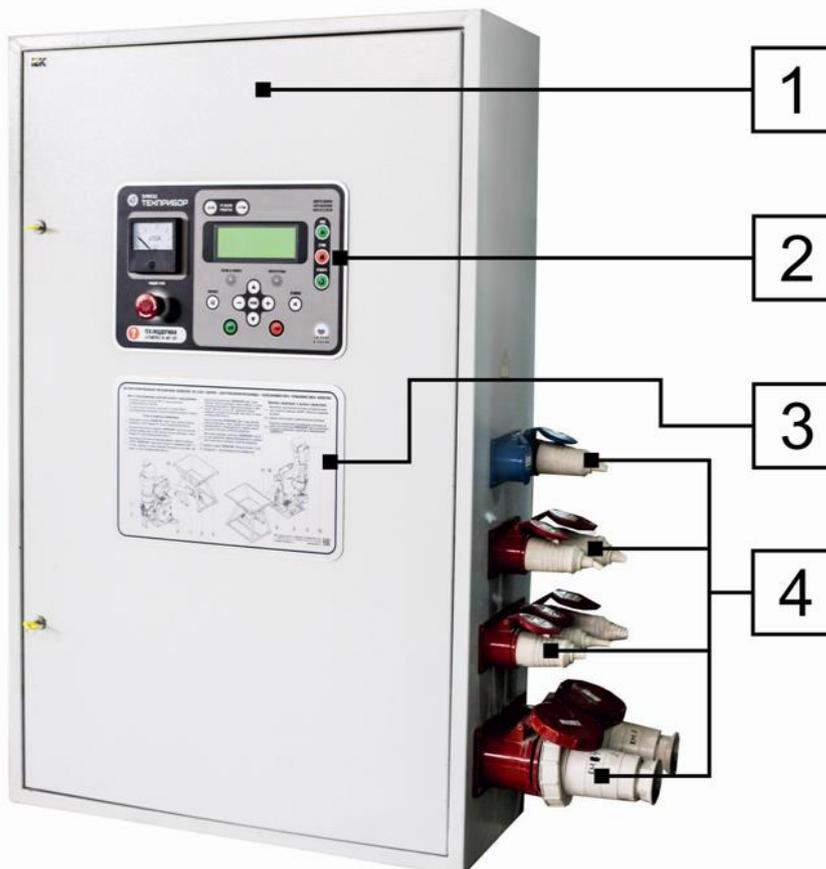
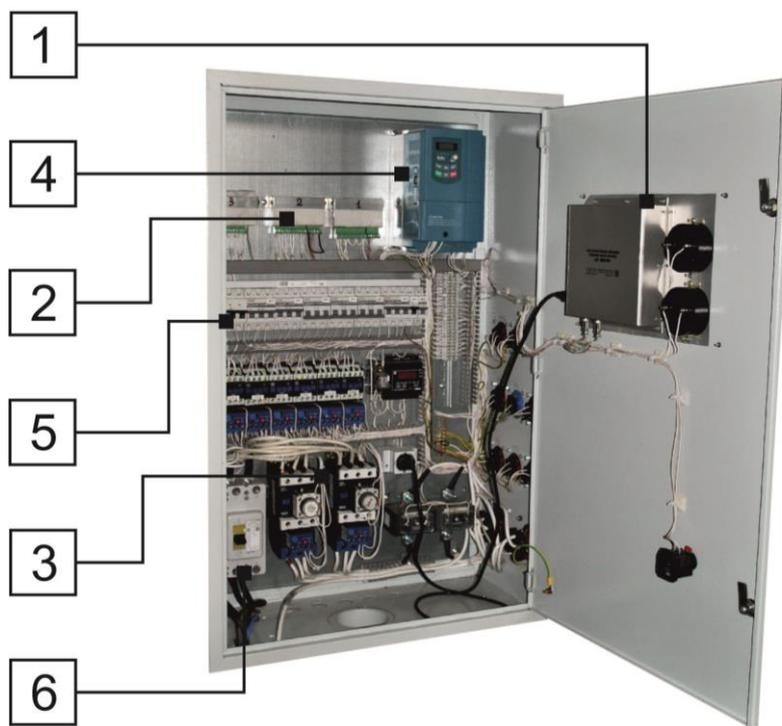
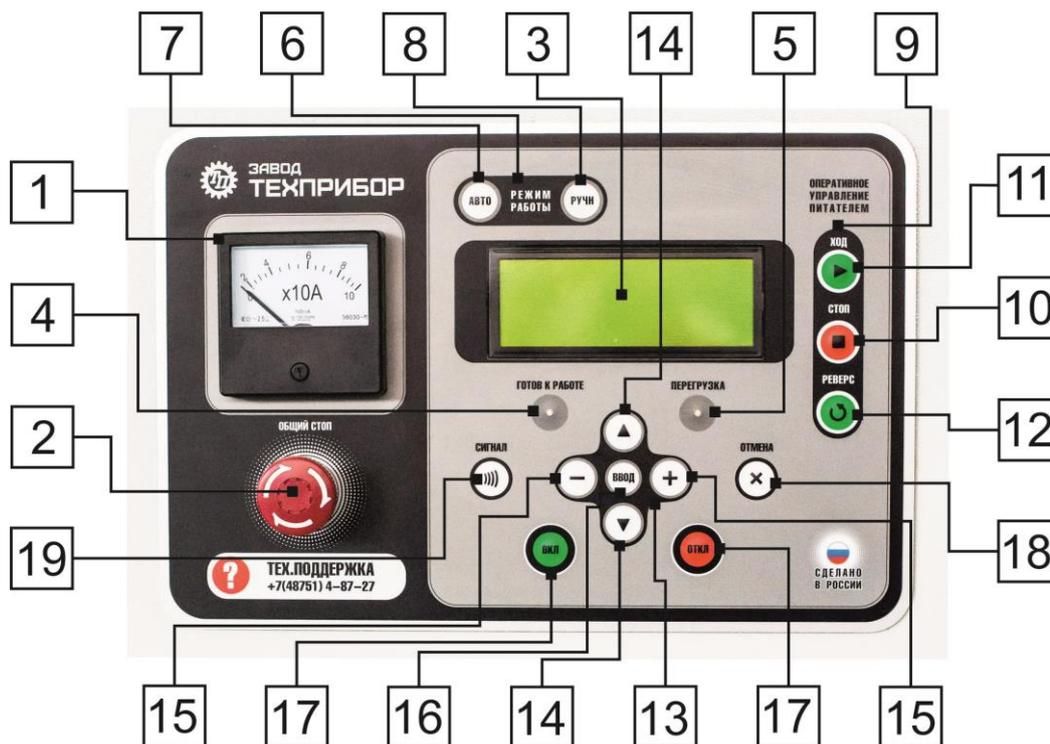
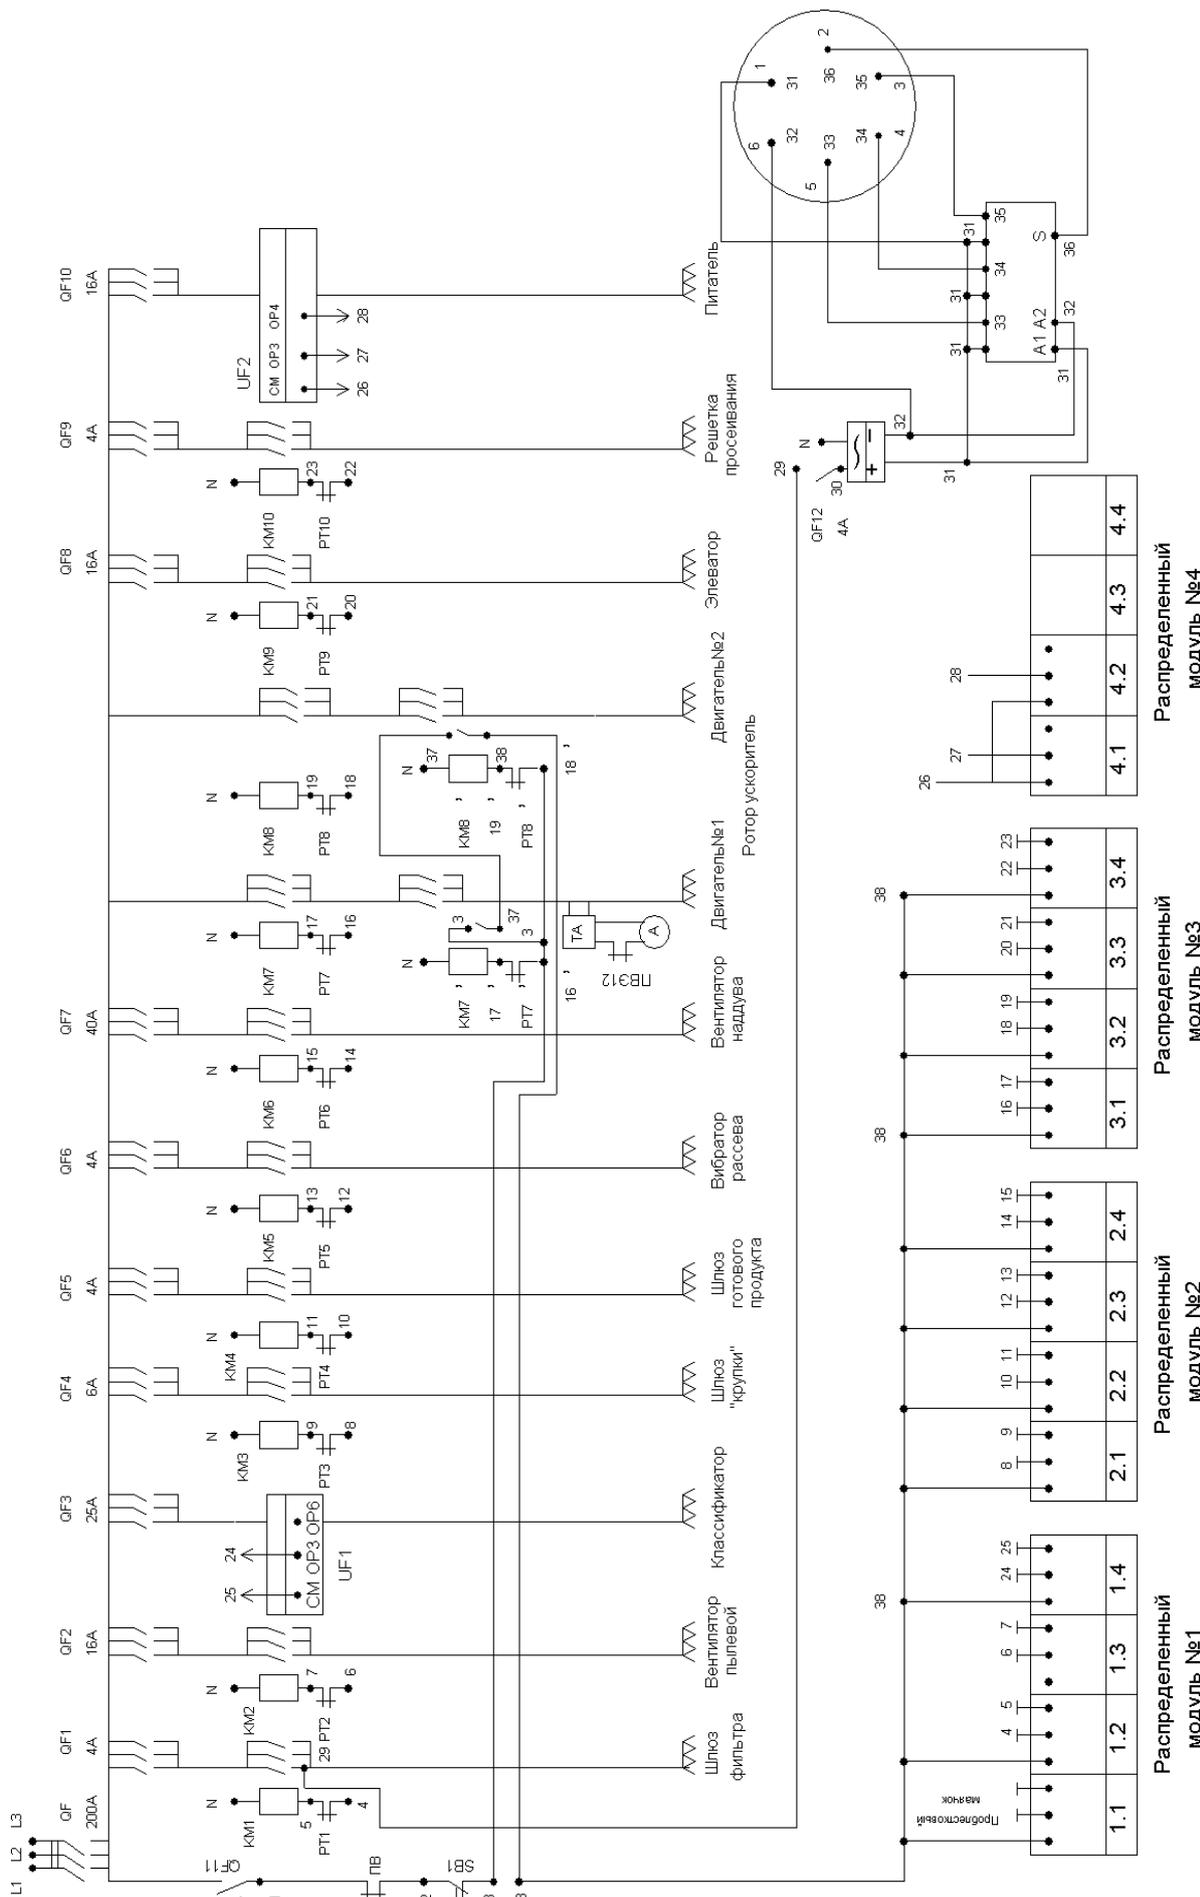

Рис. 22 Внешний вид выносного электрического пульта
Рис. 23 Внутреннее устройство выносного электрического пульта.
Рис. 24 Лицевая панель управления пульта БАУ.
Рис. 25 Схема электрическая принципиальная
Внешний вид выносного электрического пульта с блоком автоматического управления режимами работы изделия БАУ «МИКРОН» представлен на Рис. 22, внутреннее устройство на Рис. 23, лицевая панель с элементами управления на Рис. 24, схема электрическая принципиальная на Рис. 25, перечень использованных электрических компонентов содержится в таблице 3, рекомендованные сечения питающих проводов ПВС в таблице 4.
Выносной электрический пульт с блоком автоматического управления режимами работы изделия БАУ «МИКРОН» (далее по тексту – пульт БАУ) (Рис. 22) состоит из щита (1), лицевой панели управления (2) с жидкокристаллическим дисплеем, мнемосхемы (3), стационарных розеток (4).
Внутри щита (Рис. 23) расположен основной блок (1), распределенные модули (2), пусковая аппаратура (3), частотные преобразователи (4), автоматические выключатели (5), вводной защитный автомат (6).
Внешний вид, а так же конфигурация компонентов щита могут отличаться от представленных на Рис. 23.
Элементы управления пульта БАУ (Рис. 24) вынесены на лицевую панель и интуитивно понятны.